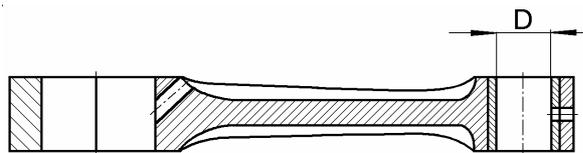

Рис.38.
5.4 Развернуть внутренний диаметр втулки, обеспечив размер D, рис.38, от 21,98 до 21,99 мм (развертка ручная разжимная, нутромер НИ-18-50-1).